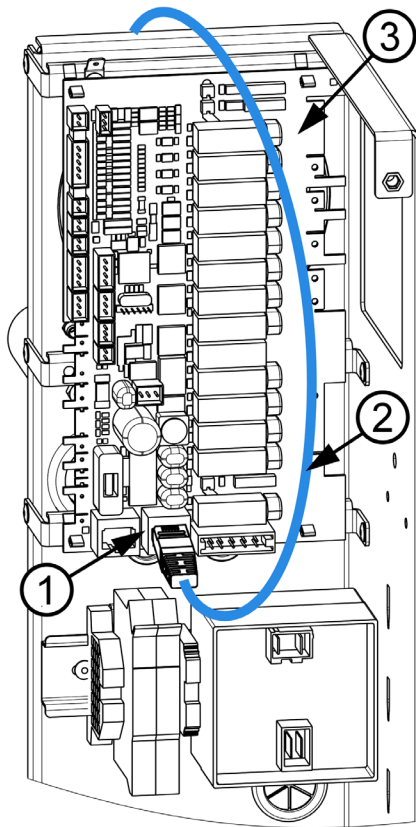

Figure 17 : Installation du câble UTP dans le port RJ-45
Installez l'extrémité du câble UTP (2) dans le port RJ-45 (1), marqué X4 ou X5 sur le panneau de relais (3) (voir fig. 17).